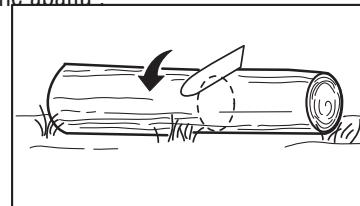

FIG. 4
1. Tronc soutenu sur toute sa longueur : Couper du haut vers le bas (fig 4).